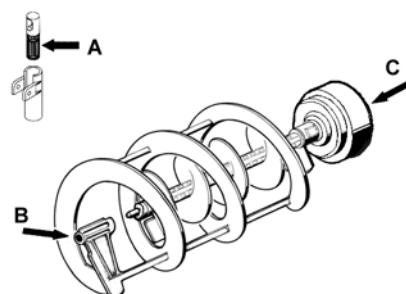

figura 11
- 1 Lubricar el pistón grifo, el rascador interior (en los puntos A, B y C indicados en la (ver figura 11) utilizando solamente la grasa suministrada por el fabricante u otra grasa para uso alimenticio.